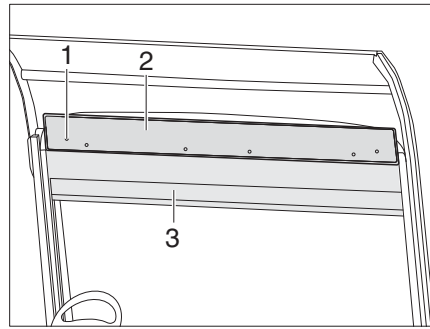
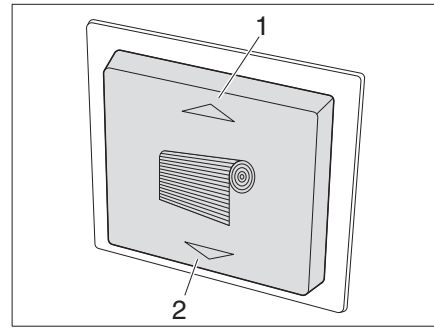

Bild 78 Elektrischer Rollo für die Frontscheibe
Bild 79 Schalter für Rollo
Schließen: ■ Taste (Bild 79/2) drücken. Der Rollo (Bild 78/3) fährt nach unten.
Öffnen: ■ Taste (Bild 79/1) drücken. Der Rollo (Bild 78/3) fährt nach oben.
- 6 Schrauben (Bild 78/1) am Rollokasten abschrauben und Blende (Bild 78/2) abnehmen.
- Kurbel in einen der beiden Motoren einhängen und Rollo (Bild 78/3) herauf- bzw. herunterfahren.